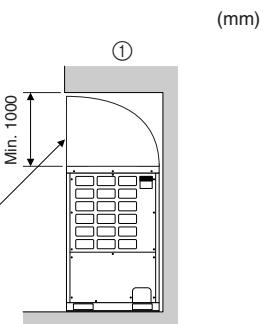
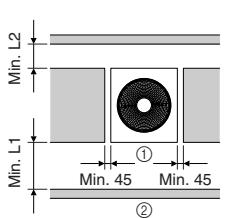

Fig. 2-5
Fig. 2-6
① Indien er weinig ruimte tussen het apparaat en het obstakel is (Fig. 2-5)
② Zorg voor een geleiding van de afvoerlucht (ter plaatse aan te schaffen).
(3) Indien de inlaatlucht vanaf de linker- en rechterzijden binnenkomt (Fig. 2-6)